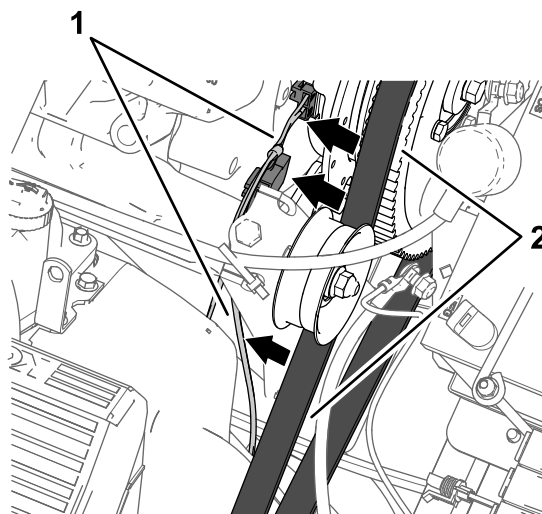

Рисунок 208
4. Проложите ответвление жгута проводов длиной 84 см, закрепив на двигателе и насосе опрыскивателя так, чтобы жгут проводов был на достаточном расстоянии от ремня генератора (Рисунок 208).